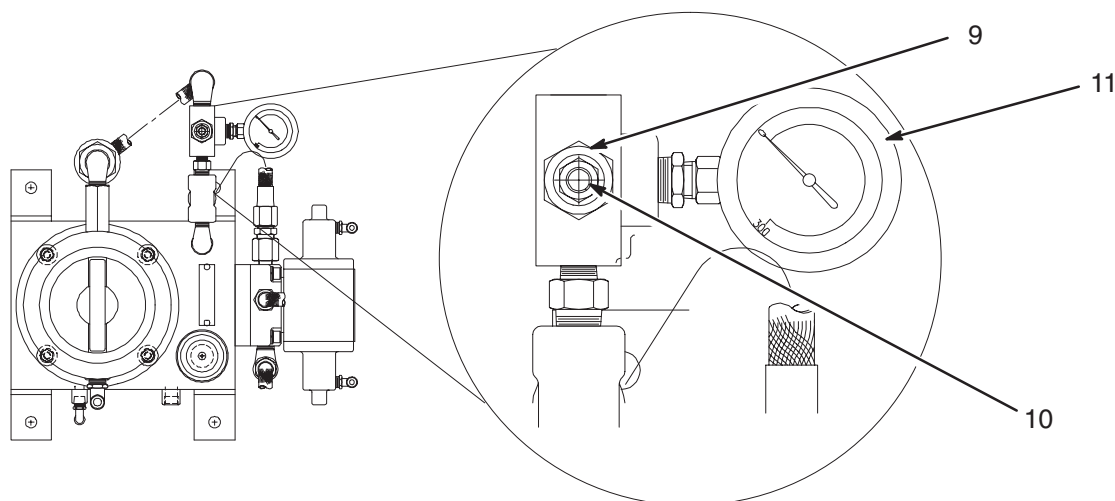

Fig. 12
3. Réglage du régulateur de fluide hydraulique (Fig. 12):
- a. Desserrer l'écrou de fixation (9) à l'aide d'une clé de 14 mm (9/16").
- b. Régler la pression du fluide à la pression voulue en tournant la vis de réglage du régulateur (10) à l'aide d'une clé hexagonale de 4 mm (5/32"). Vérifier la variation de pression sur le manomètre (11).
- c. Resserrer le contre-écrou (9).